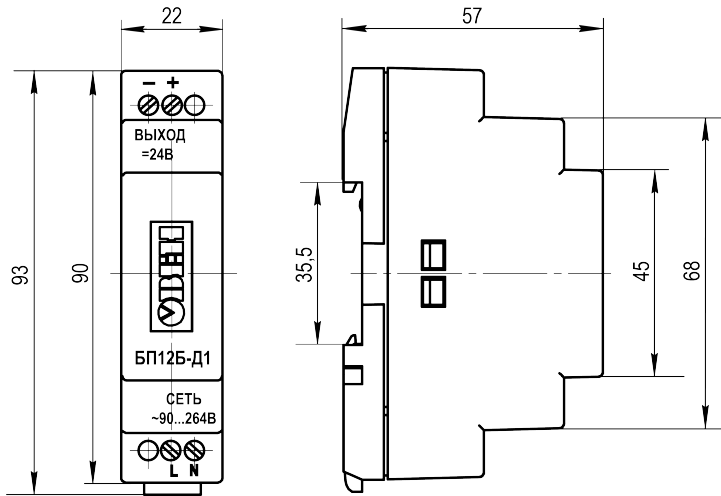

Рисунок 5 – Внешний вид, габаритные и установочные размеры прибора
1. Убедиться в наличии свободного пространства для подключения прибора и прокладки проводов (см. рисунок 5). Подготовить место на DIN-рейке.
- Убедиться в наличии свободного пространства для подключения прибора и прокладки проводов (см. рисунок 5).